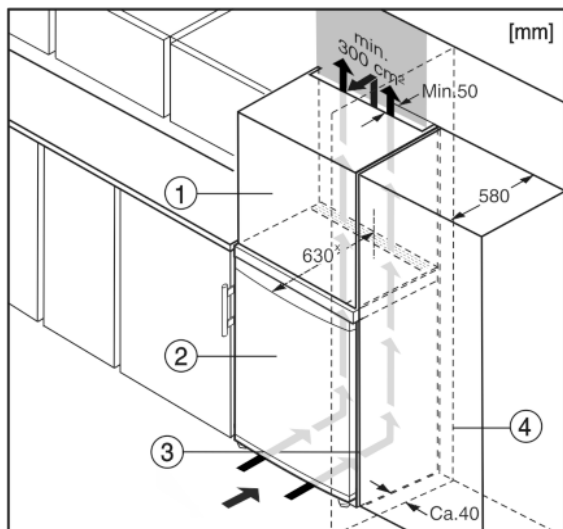

Fig. 5
- (1) Viseći ormar
- (2) Uređaj
- (3) Kuhinjski ormar
- (4) Zid
Uređaj se može adaptirati za ugradnju u kuhinjske ormare. Kako biste uređaj Fig. 5 (2) prilagodili visini kuhinjskog namještaja, iznad uređaja možete postaviti viseći ormar Fig. 5 (1).
Kod adaptacije s normalnim kuhinjskim ormarima (dubina maks. 580 mm) uređaj se može postaviti direktno uz kuhinjski ormar Fig. 5 (3). Uređaj stoji bočno 34 mm x i u sredini uređaja 50 mm x nasuprot pročelju kuhinjskog ormara.
Kada se uređaj postavlja s okovima pored zida Fig. 5 (4), razmak između uređaja i zida mora iznositi najmanje 40 mm. To odgovara stajanju ručice kod otvorenih vrata.